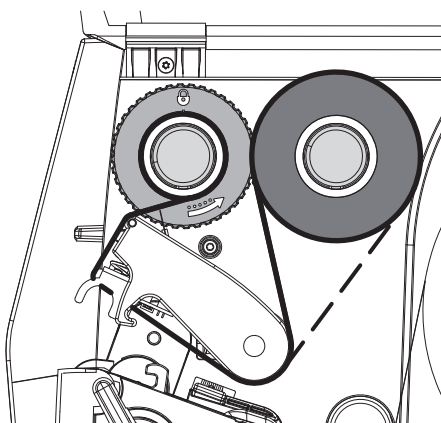

Figura 13 Curso da fita de transferência
5. Ajustar a posição do limitador de margem no enrolador à largura do núcleo da fita (4) e empurrar o núcleo para o enrolador (2).
6. Passar a fita de transferência pelo módulo de impressão, tal como ilustrado na Figura 13.